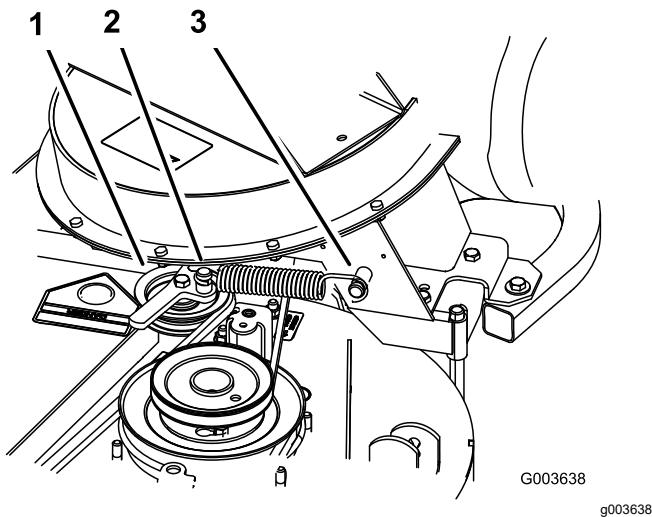

Figure 43
6. Montez le ressort comme montré à la Figure 43.